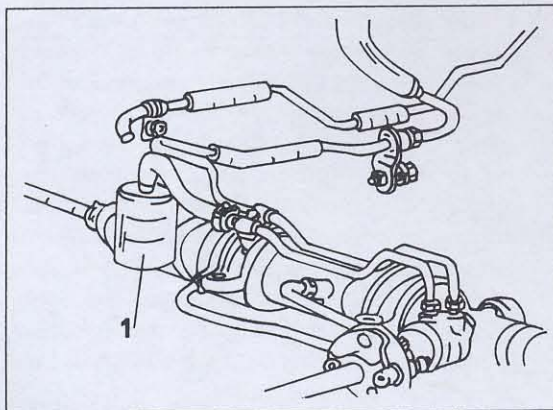

Bild 280
- Die Lenkungsflüssigkeit ablassen. Dazu Bezug auf Bild 280 nehmen. Den Rücklaufschlauch vom Vorratsbehälter abschliessen und das Ende in einen untergesetzten Behälter halten. Das mittlere Kabel aus dem Zündverteiler herausziehen (Benzinmotor) oder das Kabel vom Kraftstoffabsperrrventil an der Einspritzpumpe abziehen (Dieselmotor) und den Anlasser von einem Helfer in kurzen Stößen betätigen lassen, während er das Lenkrad aus einem Einschlag in den anderen bewegt.
- Den Rücklaufschlauch vom Vorratsbehälter abschliessen und in einen Behälter halten. Die Lenkungsanlage entleeren, wie es beim Ausbau der Lenkung beschrieben wurde (siehe auch Bild 280). Nach der Entleerung den Schlauch wieder anschliessen und mit der Schelle befestigen. Die abgeschlossenen Kabel wieder anschliessen. Den Vorratsbehälter bis zur Unterkante des Filters auffüllen und die Lenkungsanlage entlüften, wie es im nächsten Kapitel beschrieben ist.